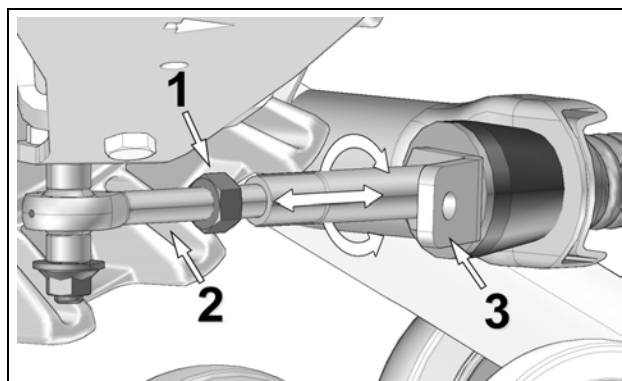

Figure 6
- Desserrer le contre-écrou (1) de l'embout à rotule. Ajuster la longueur de l'embout (2) en tournant le support de limiteur de conduite (3) au bras stabilisateur à l'aide d'une clé jusqu'à l'obtention de l'ajustement de **254 mm** entre la barre plate et le sol. Figure 6.